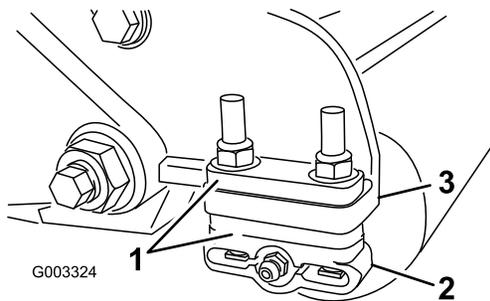

図 11
- 後ローラのブラケット **図 11** の位置を調整する調整は、希望刈高範囲に対応する数のスペーサをサイドプレートの取り付けフランジ **図 11** の下に入れることで行う **刈高表 (ページ 11)** で数を確認する。